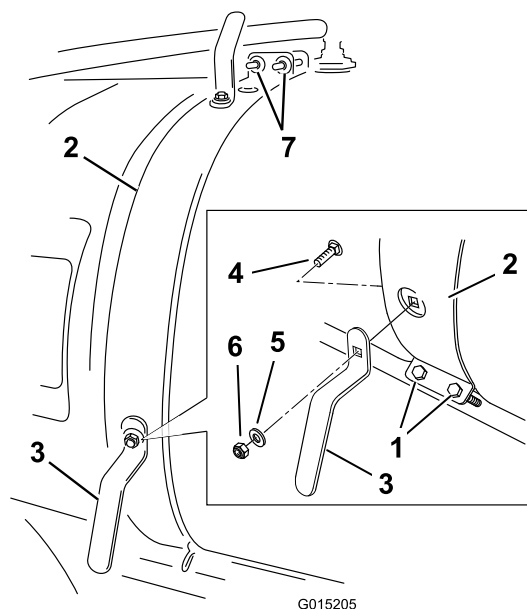

図 3
1. タンクの前ベルト（右側部分）をゆるめる（図 3）。
2. 下側ホースフックを、図 3 に示すように取り付ける；キャリッジ・ボルト (5/16 x 3/4 インチ)、ワッシャ (3/8 インチ)、ロックナット (5/16 インチ) を使用する。
3. 上側ホースフックを、図 3 に示すように取り付ける；キャリッジ・ボルト (5/16 x 3/4 インチ)、ワッシャ (3/8 インチ)、ロックナット (5/16 インチ) を使用する。